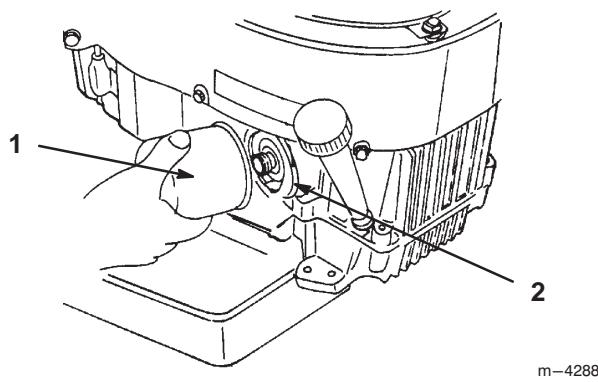

Bild 17
2. Entsorgen Sie den alten MotorölfILTER (Bild 17).
3. Ölen Sie die Gummidichtung am Austauschfilter (Bild 17) leicht mit Frischöl ein.
- Drehen Sie den Austauschfilter auf den Anbaustutzen auf. Drehen Sie den Ölfilter im Uhrzeigersinn, bis die Gummidichtung den Anbaustutzen berührt. Ziehen Sie ihn dann um eine weitere 3/4 Umdrehung fester (Bild 17).